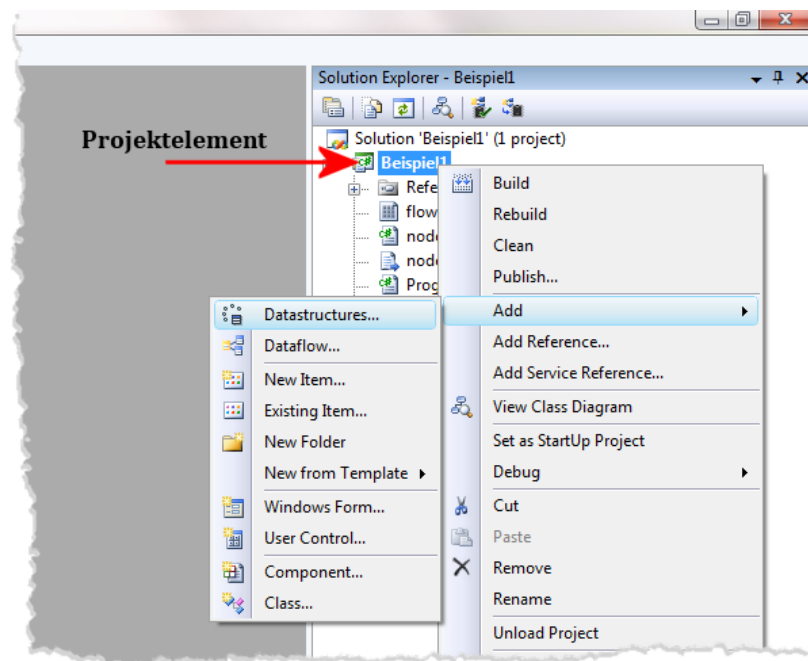

Abbildung 5.4 – Hinzufügen einer neuen Datenstruktur über das Kontextmenü des Projektelements.
Schritt 4: Damit ein Wechsel des LED-Zustands stattfinden kann, muss der aktuelle Wert für die LED in einer Variablen gespeichert werden. Variablen müssen vor der Verwendung in einem Datastructure-Modell angelegt werden (*siehe Abbildung 5.4*).